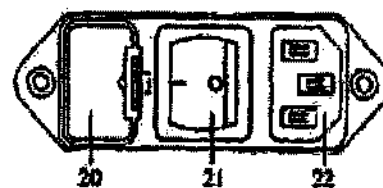

Рис. 1.3. Задняя панель прибора CliniMACS⁺.
14. Подключение к источнику питания, (см. рис. 1.3):